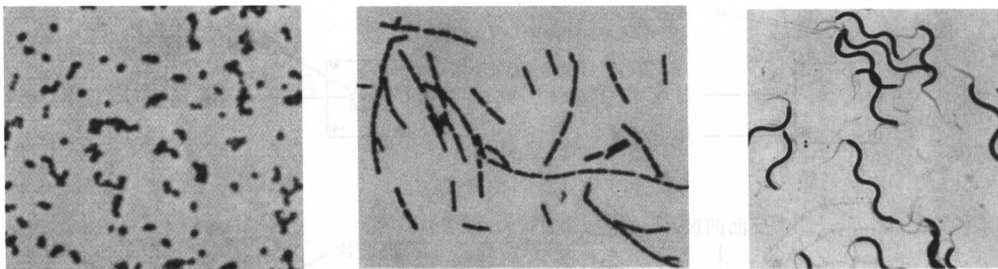

图 1-14 球菌、杆菌和螺旋菌
1. 结合显微镜(油镜)的使用,观察三个细菌染色片(球菌、杆菌和螺旋菌,如图 1-14 所示),并绘图。